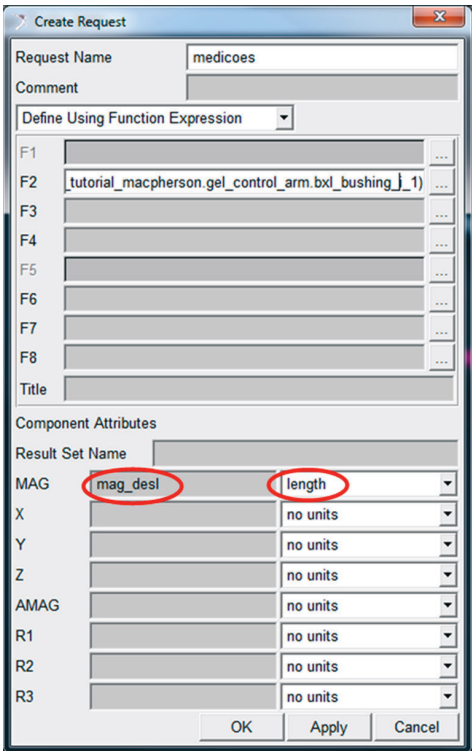

Figura 4.132 – Criação do Request.
- Ao retornar à janela *Create Request*, informações complementares devem ser preenchidas nos campo *Component Attributes*, conforme destacado na Figura 4.132.